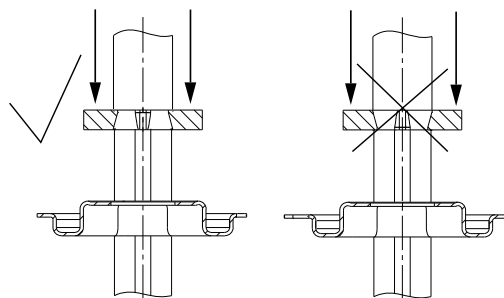

Fig. 24 Montaje del anillo de tope
4. Montar la parte móvil del cierre (pos. 104) de tal forma que la superficie del cierre toque la parte fija.
5. Colocar la junta tórica (pos. 107) en la parte móvil del cierre mecánico (pos. 104). Para una correcta lubricación, ver sección 3. *Pares de apriete y lubricantes.*
6. Fijar el retén (pos. 111) y el anillo de tope (pos. 111a). Ver fig. 24.